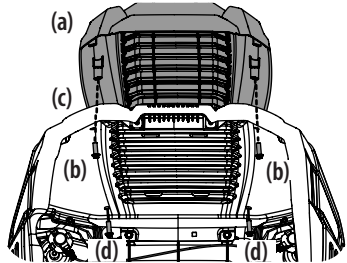

Figura 9
2. Asegure la tapa del capó atornillada (a) desde abajo, ajuste a mano los tornillos (b) que están en la mitad trasera del capó y luego apriete los tornillos con firmeza. Consulte la Figura 9.
3. Con los tornillos traseros en su lugar, alinee los orificios de la tapa del capó (a) con los orificios del capó (c) y fije en su lugar con los restantes dos tornillos (d). Consulte la Figura 9.